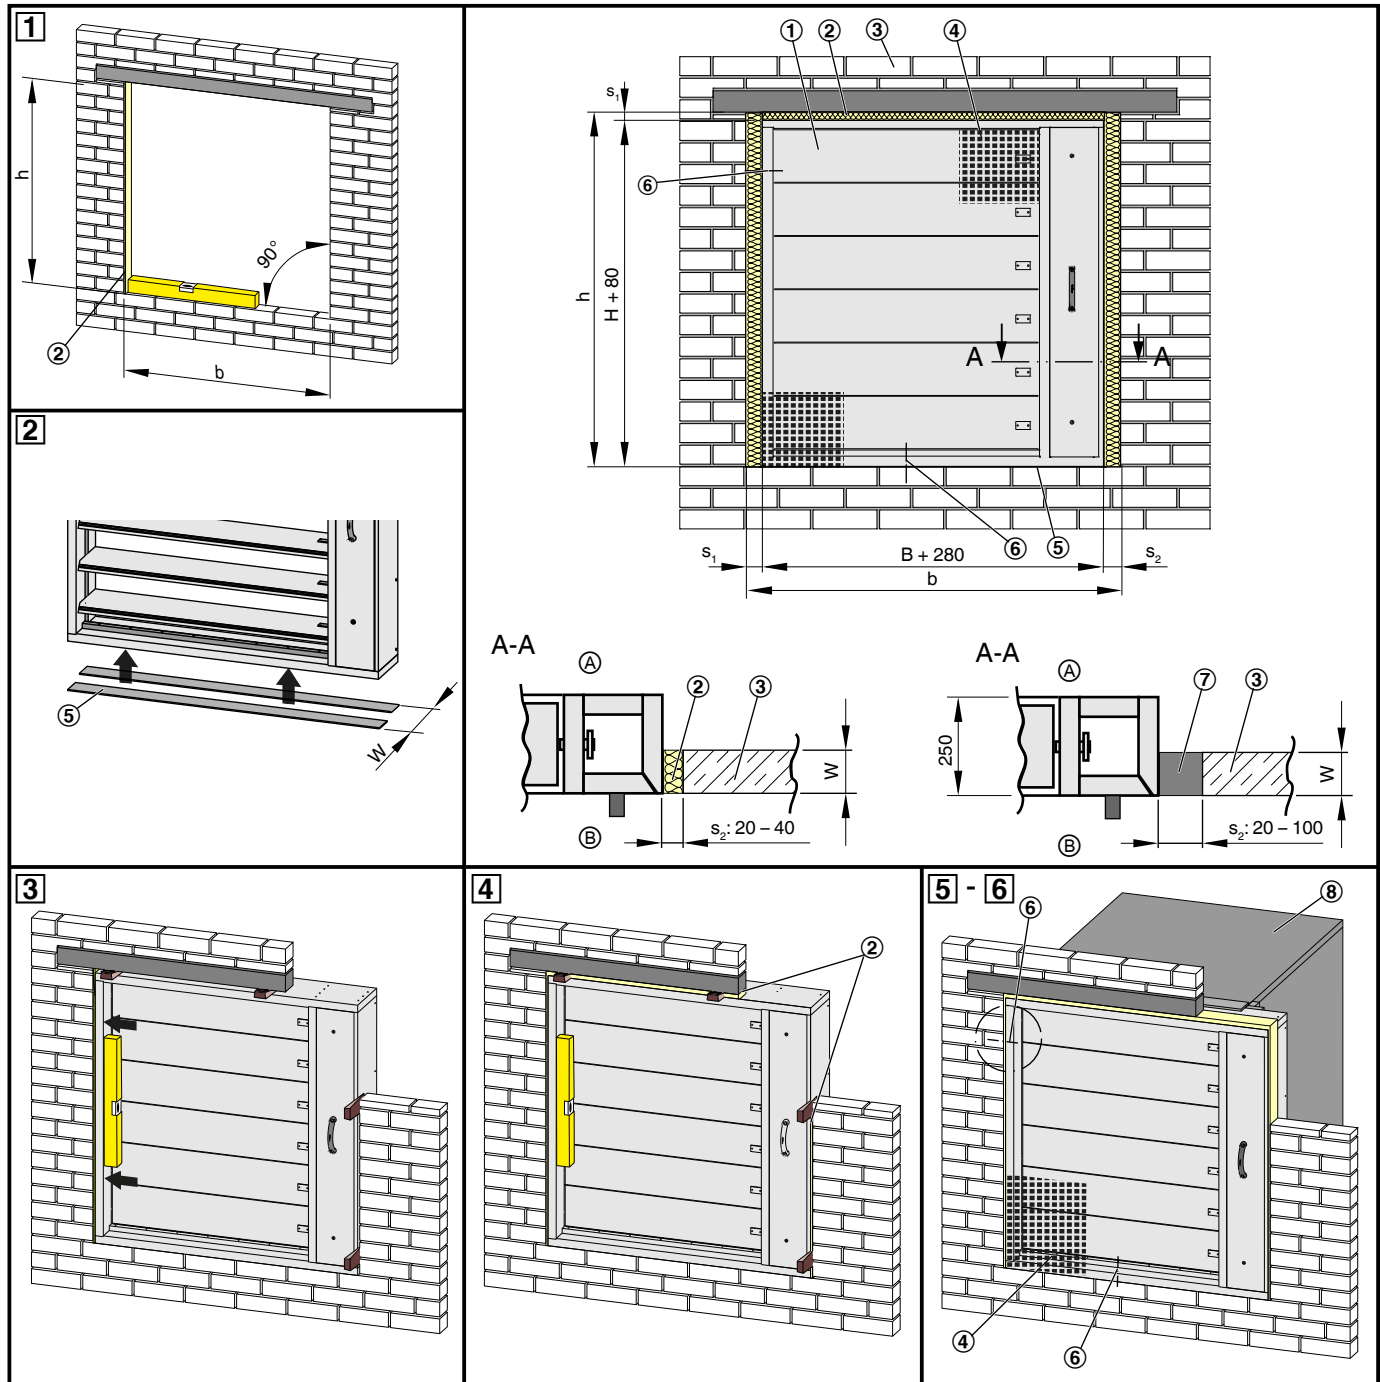

Abb. 9: Einbau in massiver Schachtwand
1. ▶ Einbauöffnung fachgerecht herstellen, siehe Abb. 9. Die Einbauöffnung muss rechtwinkelig und eben ($\pm 5 \text{ mm}$) ausgeführt sein.
Die Entrauchungsklappe darf nur an den im Rahmen, durch eine Bohrung/Senkung, gekennzeichneten Befestigungspunkten (Abb. 9/6) verschraubt werden. Im Rahmen dürfen an anderen Positionen keine Schrauben gesetzt werden, da sie das Schließen der Lamellen behindern könnten. Befestigungspunkt im H-Teil erst ab $H \geq 1230 \text{ mm}$
Entrauchungsklappe an den gekennzeichneten Stellen (Abb. 9/6) mit der Wand verschrauben (Rahmen vorbohren). Die Schraubverbindung so ausführen, dass der Rahmen der Entrauchungsklappe nicht durch die Schraube verzogen wird.
6. ▶ An der Einbauseite der Klappe eine Kalziumsilikat-Entrauchungsleitung anschließen (Abb. 9/8), ↪ 6 „Entrauchungsleitung anschließen“ auf Seite 31.